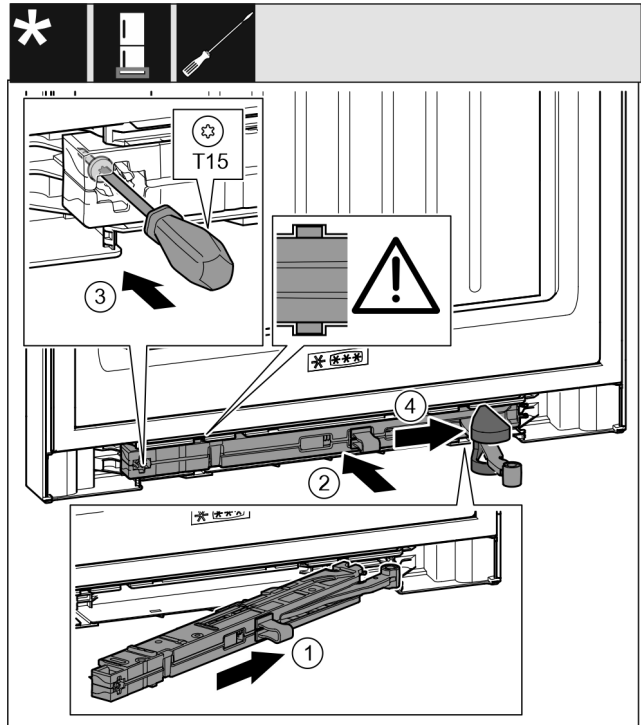

Fig. 42
- Schließdämpfereinheit Fig. 42 (1) auf der Lagerbockseite bis zum Anschlag schräg in die Aussparung einschieben.
- Schließdämpfereinheit Fig. 42 (2) vollständig in Aussparung schieben.
- Schraube Fig. 42 (3) mit einem Schraubendreher fest-schrauben.
- Abdeckung Fig. 42 (4) über Gelenk schieben.